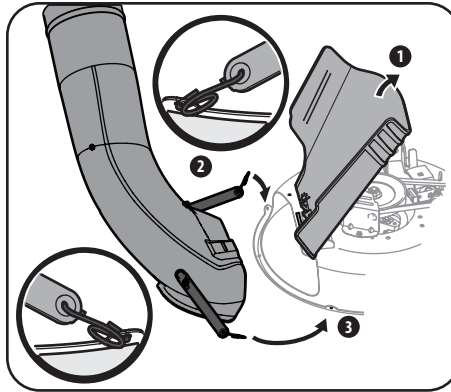

Figura 4-15
1. Fije el extremo de la correa utilizando el orificio más alejado del extremo, inserte el gancho del resorte de torsión (732-04510A) en el otro extremo. Repita el proceso para la correa trasera, como se muestra en la Figura 4-15